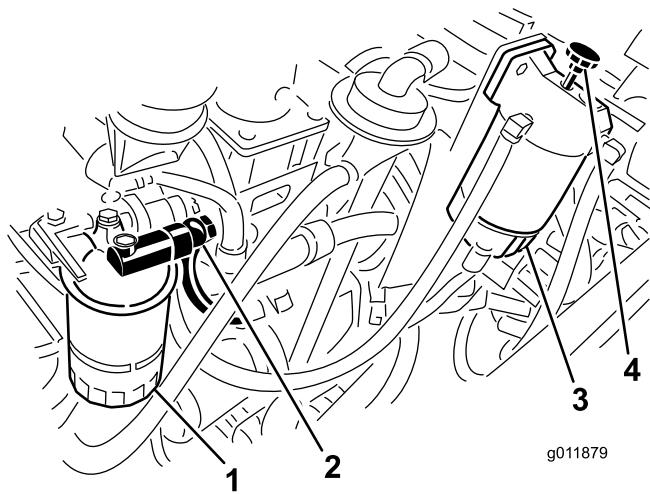

図 64
5. 燃料フィルタハウジングについているバンジョーフィッティングをゆるめる（図 64）。
6. 水セパレータのプライミングポンプを操作して、バンジョーフィッティングから空気の混じらない燃料がでてくるまで燃料をくみ上げる（図 64）。